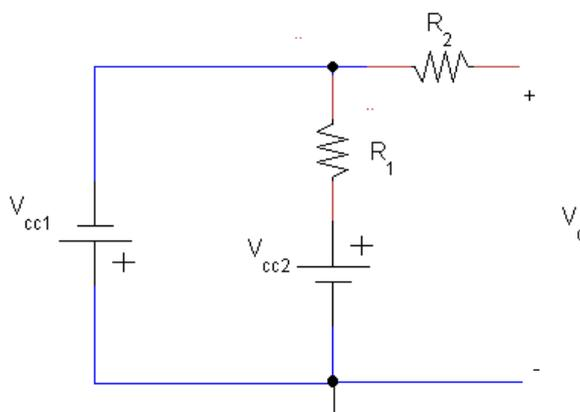

Fig. Q1
1. Dado el circuito de la Fig. Q1, con  $V_{cc1} = 10\text{ V}$ ,  $V_{cc2} = 5\text{ V}$ ,  $R_1 = R_2 = 1\text{ k}\Omega$ , podemos afirmar que  $V_o$  vale....